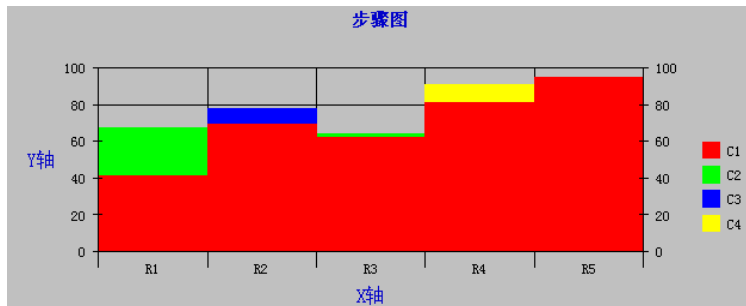

图 14.67 定义后的控件
- ◇ 在字体属性页中定义各个标签的字体及字体颜色。定义完成的图表如下图 14.67 所示。